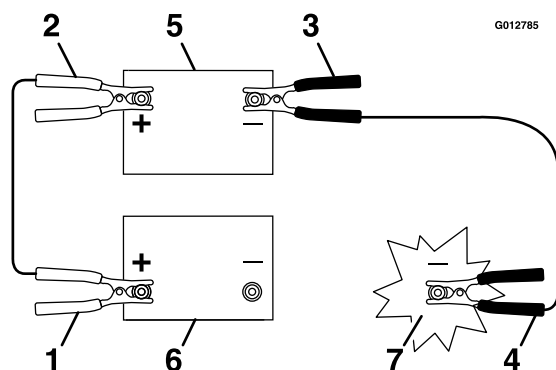

Figure 14
3. Connectez le câble positif (+) à la borne positive (+) de la batterie à plat qui est reliée au démarreur ou au solénoïde, comme illustré à la Figure 14.